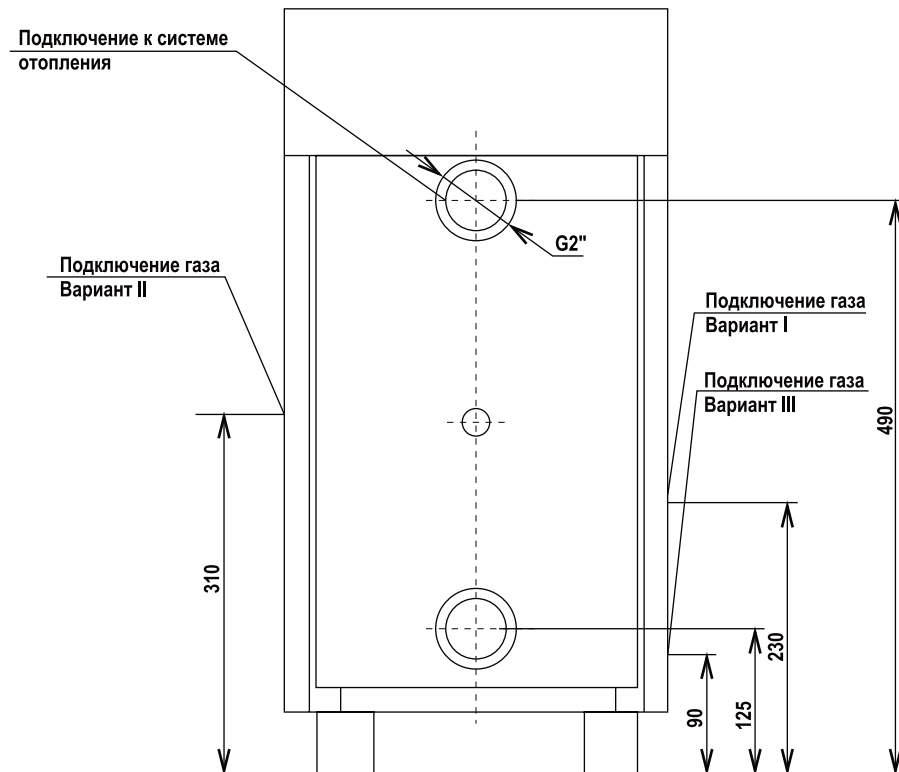

Рис. 7.2. Схема подключения котлов КСГ-10, КСГ-12,5
- 7.11. Схемы подключения к отопительной, газовой и системе горячего водоснабжения котлов «UNO» (рис. 7.2).